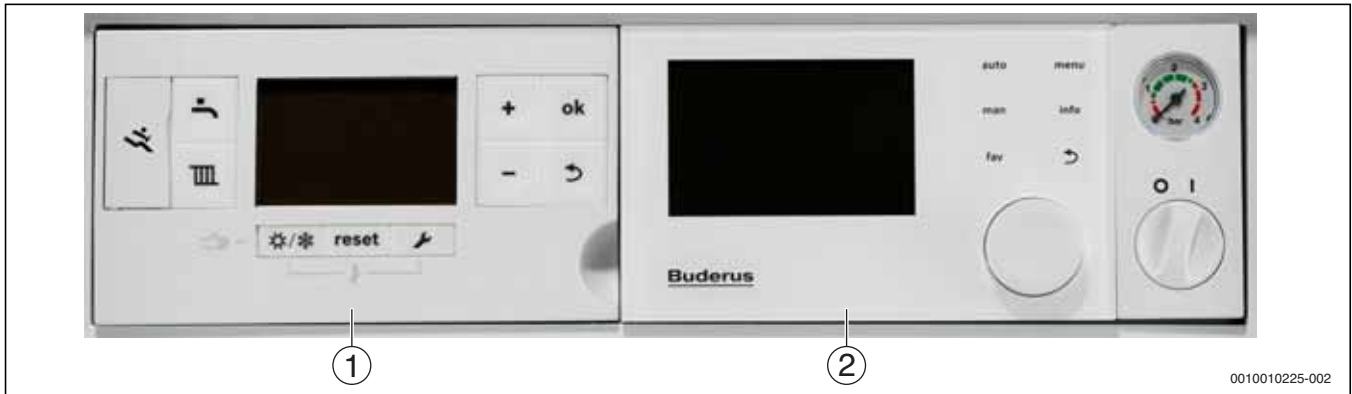

Bild 19 Basiscontroller Logamatic BC25 mit eingeklippter Bedieneinheit RC310
Der Basiscontroller Logamatic BC25 (→ Bild 19, [1]) ist die Grundbedieneinheit der Gas-Brennwertgeräte GB182i (K) mit dem Regelsystem Logamatic EMS plus. Der Logamatic BC25 enthält alle erforderlichen Elemente, um die Grundeinstellungen der Heizungsanlage vorzunehmen.